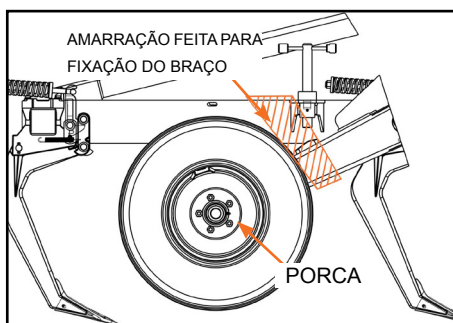

Figura 18
- 2º - Montagem dos pneus no eixo rodado (Figura 18).